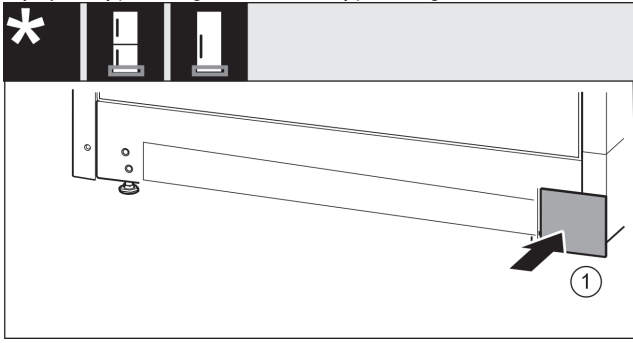

Fig. 22
- ▶ Τοποθετήστε ξανά το κάλυμμα Fig. 22 (1) στην άλλη πλευρά.